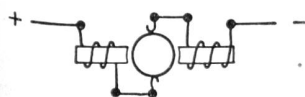

Fig. 131
- Dynamo mit Elektromagneten (Erreger), die vom Strom, den die Maschine selbst liefert, durchflossen werden, die sogenannte Hauptstrommaschine (Fig. 131).